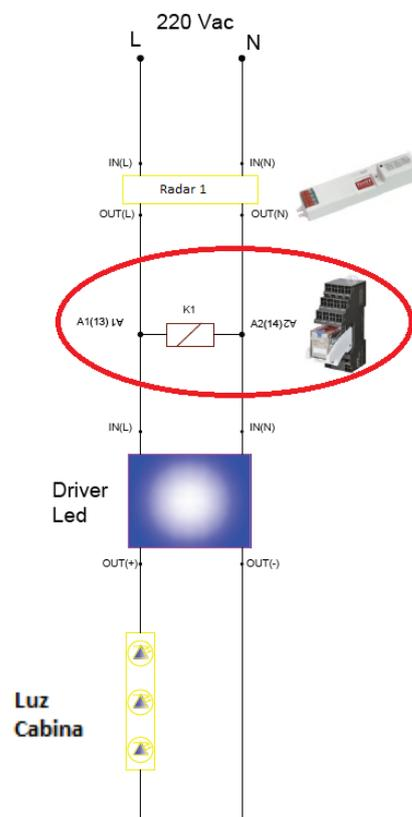

Fig. 3
III. À la sortie Radar 1, la bobine de relais OMRON fournie sera connectée aux broches **A1 (13) et A2 (14)** (Fig.3): **IMPORTANT**.